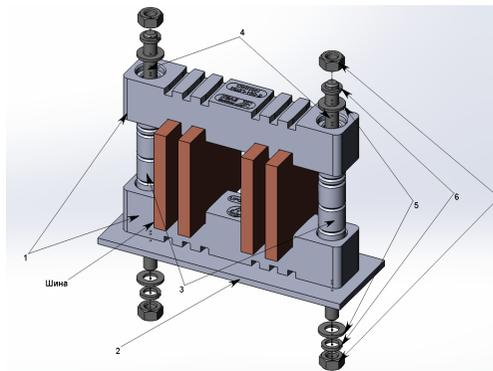

Рисунок 1 – Монтаж изоляторов
4.2.1 Изолятор поз. 1 рисунок 1 установить на опорную поверхность поз. 2 по присоединительным отверстиям.
4.2.4 Установить шпильку (болты) поз. 4–2 шт., на каждую шпильку (болт) с обеих сторон от изолятора установить шайбу поз. 5, шайбу стопорную поз. 6 и, не затягивая, наживить гайки поз. 7 (рисунок 1).